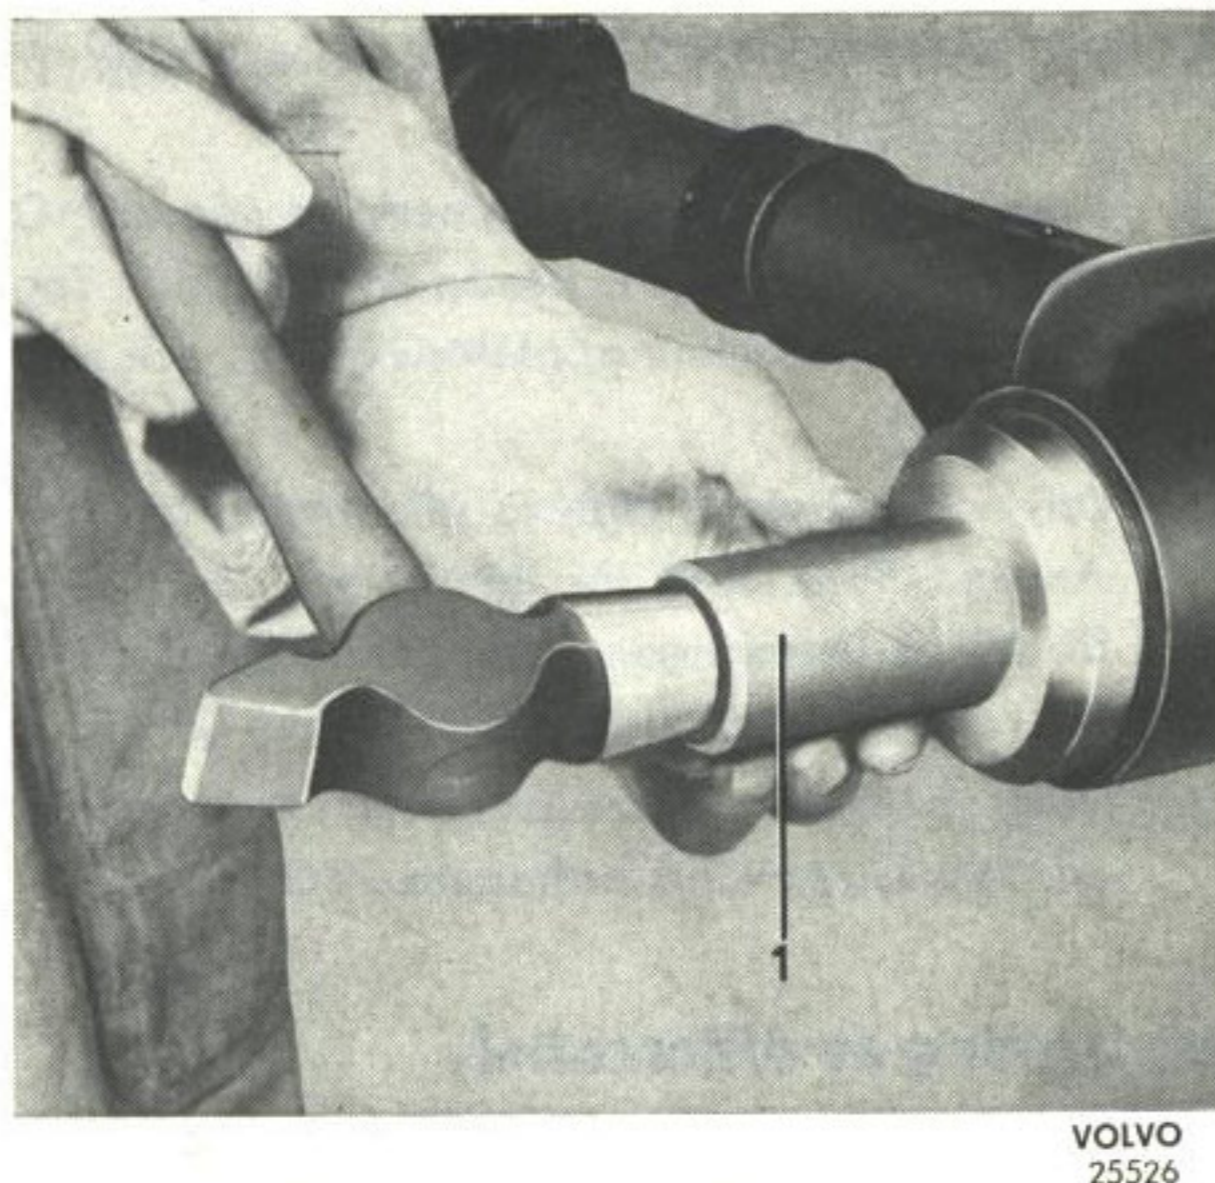

Bild 8. Mont. av tätningssring.
3. Lägg i ny papperspackning och montera den nya tätningssringen med dorn SVO 2410, bild 8.